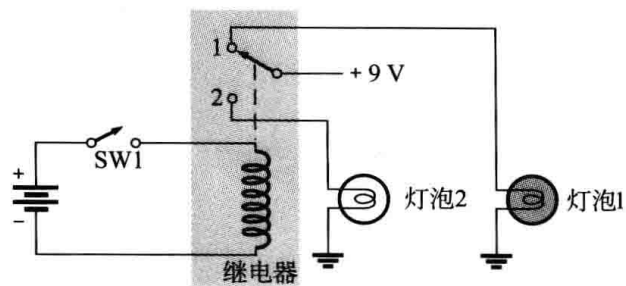

图 7-49
12. 在图 7-49 所示的电路中, 解释开关 1 (SW1) 闭合开始的事件顺序。